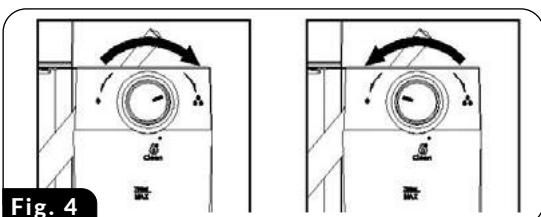

Fig. 4
ATENȚIE! Înainte de prepararea cafelei CAPPUCINO, reglați cantitatea de lapte spumos în funcție de preferințe, rotind butonul de dozare (23) spre stânga pentru mai multă spumă sau spre dreapta pentru a reduce cantitatea de spumă (Fig.4). De asemenea, puteți regla intensitatea spumei în timpul procesului de spumare.
ATENȚIE! Înainte de prepararea cafelei LATTE, reglați cantitatea de lapte spumos în funcție de preferințe, rotind butonul de dozare (23) spre dreapta pentru mai multă spumă sau în sens invers acelor de ceasornic pentru a reduce cantitatea de spumă (Fig.4). De asemenea, puteți regla intensitatea spumei în timpul procesului de spumare.
- Instalați filtrul selectat (13) în balon (10), umpleți-l cu cafea și instalați balonul în mașina de cafea.
- Asigurați-vă că există o cantitate adekvată de apă în rezervorul de apă (15) și în rezervorul de lapte (19) cantitatea potrivită de lapte.